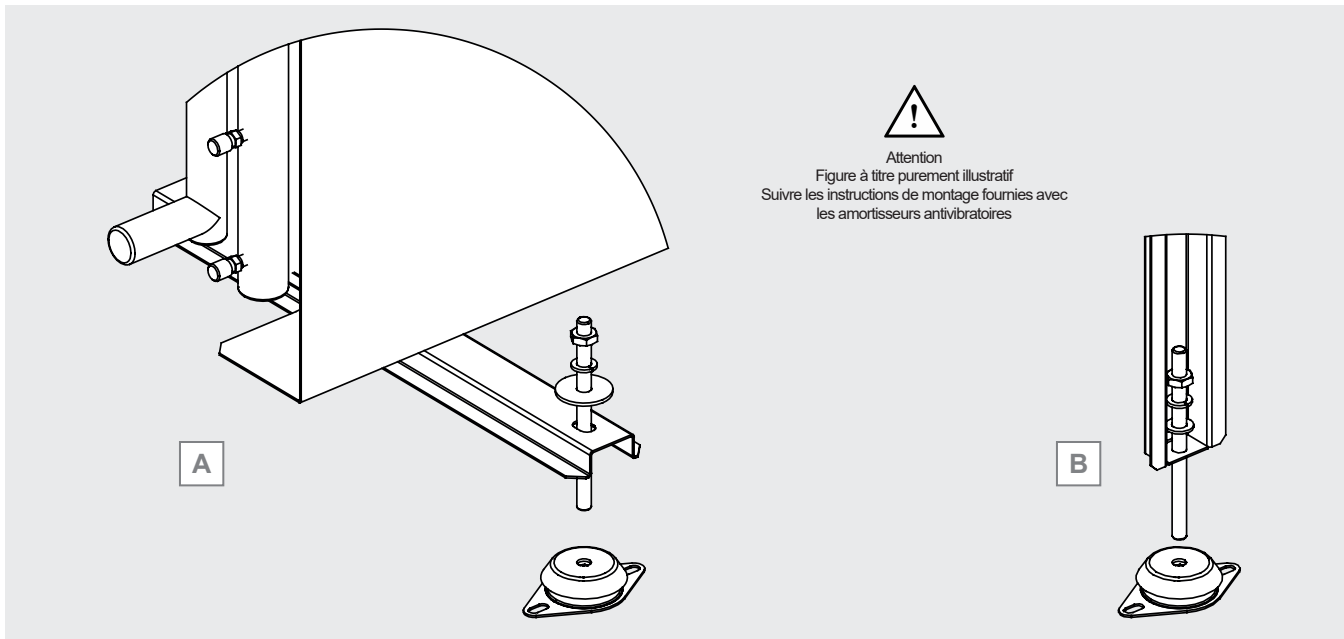

Figure 5
6.6 L'appareil doit être solidement fixé à la base d'appui; pour prévenir la transmission du bruit, utiliser tous les points de fixation. Utiliser éventuellement des amortisseurs. Voir la Figure 5 A pour le modèle à flux d'air horizontal (standard) et B pour le modèle à flux d'air vertical (optionnel).